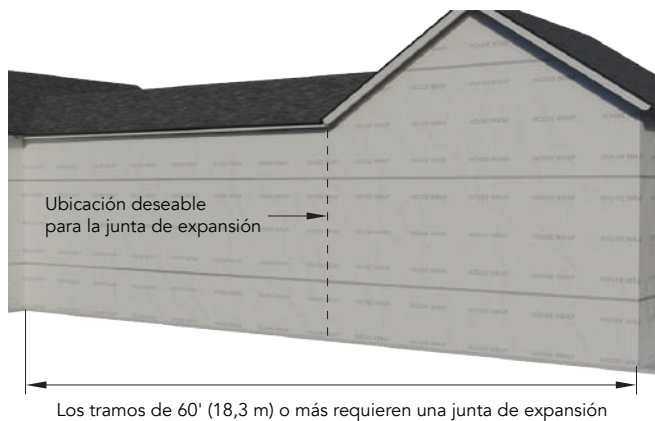

Figura 1a
- Para lograr una esquina interior uniforme, instale un bloque tratado para la intemperie de 1" x 1" (2,54 x 2,54 cm) a lo largo de la altura de la pared (Figura 1a/b).
- Ubique el receptor de moldura 6915 cerca del centro de la pared, escuadre y fíjelo (Figura 1a/b).